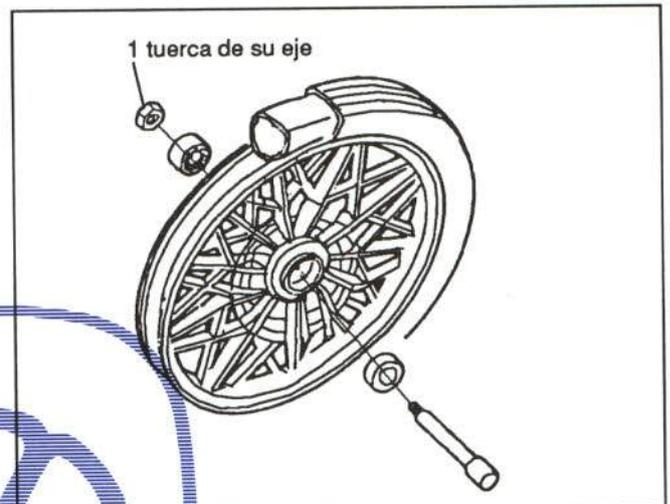

Figura 25.- Fijación de la rueda trasera
Su fijación se muestra en la figura 25.
- Rueda trasera (figura 25)